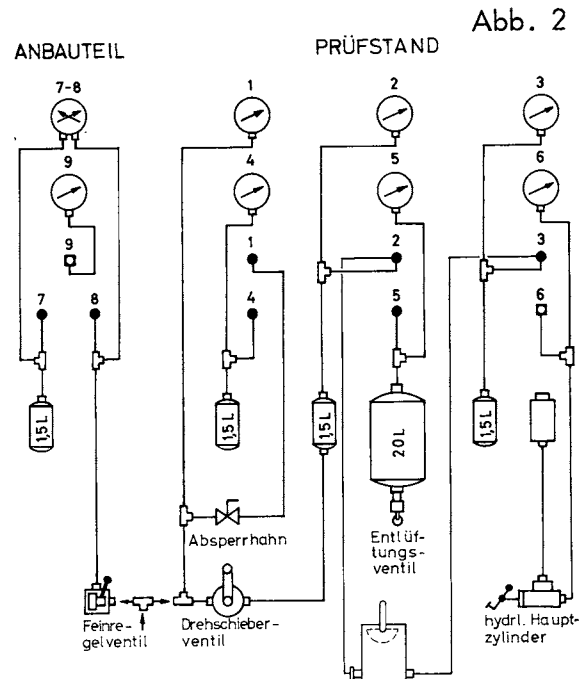

Abb. 2
b) Bremskraftregler mit dem Befestigungsflansch auf den Gewindestutzen des Spannwinkels aufdrehen (siehe Abb. 2) und durch Anziehen der Gegenmutter auf dem Gewindestutzen abdichten.